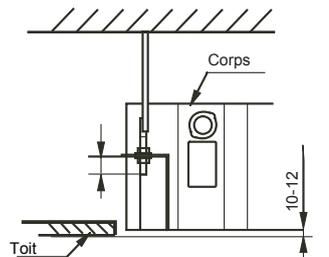

Fig.5-6
- Ajustez la position pour vous assurer que les grèves entre le corps principal et les quatre côtés du toit restent égaux. La partie inférieure de l'équipement doit être à l'intérieur du plafond d'environ 10~12 mm (voir Fig. 5-6).